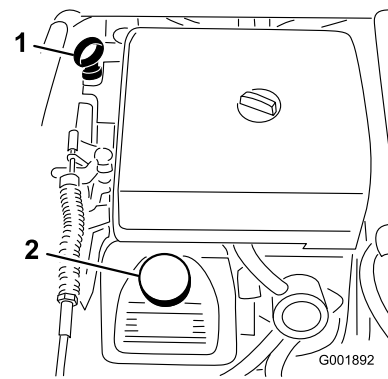

Figure 45
2. Retirez la jauge et essuyez-la sur un chiffon propre (Figure 45). Remettez la jauge dans le tube en vérifiant qu'elle est enfoncée au maximum. Sortez de nouveau la jauge et vérifiez le niveau d'huile.
3. Si le niveau est trop bas, enlevez le bouchon de remplissage du couvre-culasse (Figure 45) et versez la quantité d'huile nécessaire dans l'orifice pour faire monter le niveau jusqu'au repère maximum de la jauge. Versez l'huile lentement et vérifiez souvent le niveau durant la procédure. Ne remplissez pas excessivement.
8. Versez lentement environ 80% de la quantité d'huile spécifiée dans le goulot de remplissage (Figure 45).